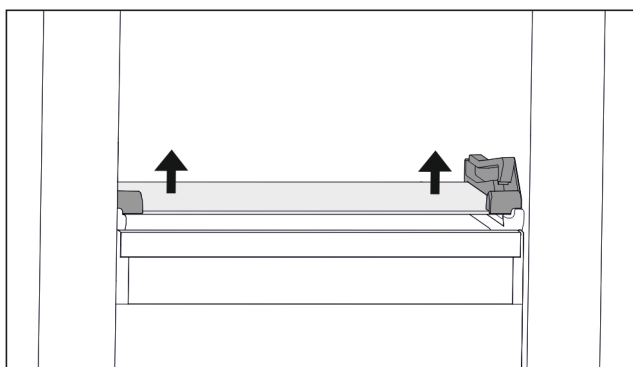

Fig. 92 Placa de sticlă a sertarului înclinabil
- ▶ Apăsăți placa de sticlă de jos în sus pe ambele părți. (vezi Fig. 92)